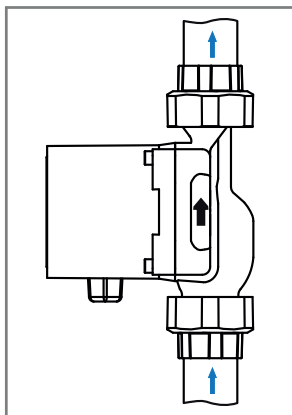

Рис.4. Направление потока
- При монтаже насоса необходимо установить обратный клапан за насосом. Стрелка на корпусе насоса указывает направление протекания рабочей жидкости (**см. Рис.4**);